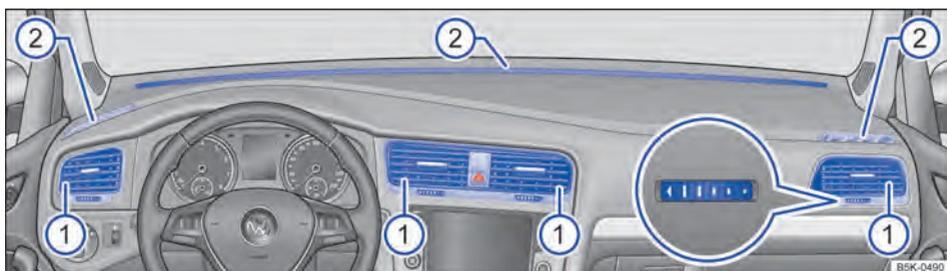

Fig. 111 No painel de instrumentos: difusores de ar.
Para que uma potência de aquecimento, uma refrigeração e uma entrada de ar suficientes sejam atingidas no interior do veículo, os difusores de ar → Fig. 111 ① devem permanecer abertos.